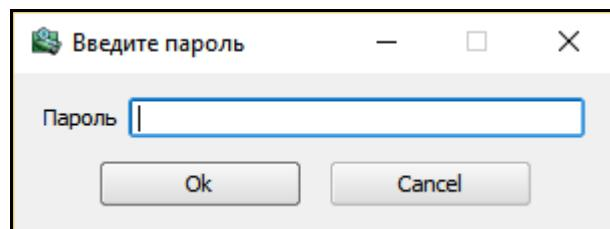

Рисунок 7
6. Для обновления встраиваемого программного обеспечения контроллера необходимо нажать кнопку «Прошить» в главном меню. Появится окно (рис. 7).